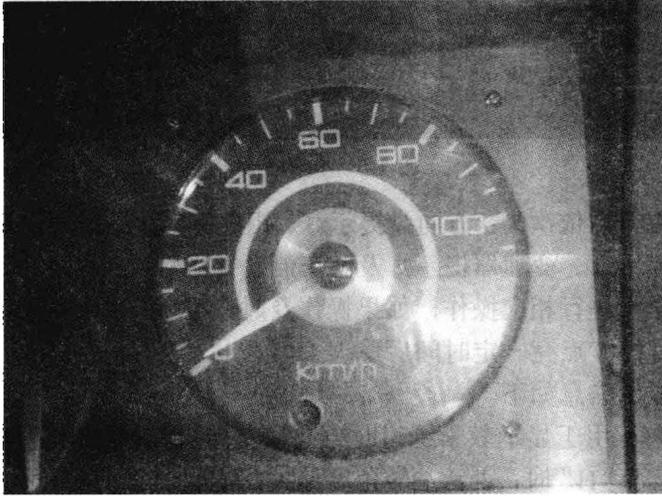

图 1-2 速度表
- (1) 速度表：指示行驶速度和累计里程（见图 1-2）。